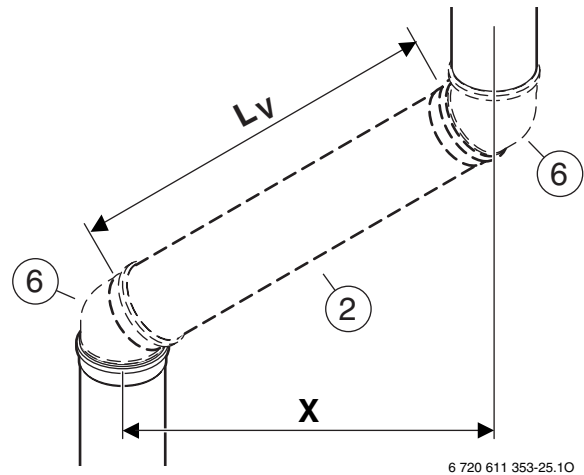
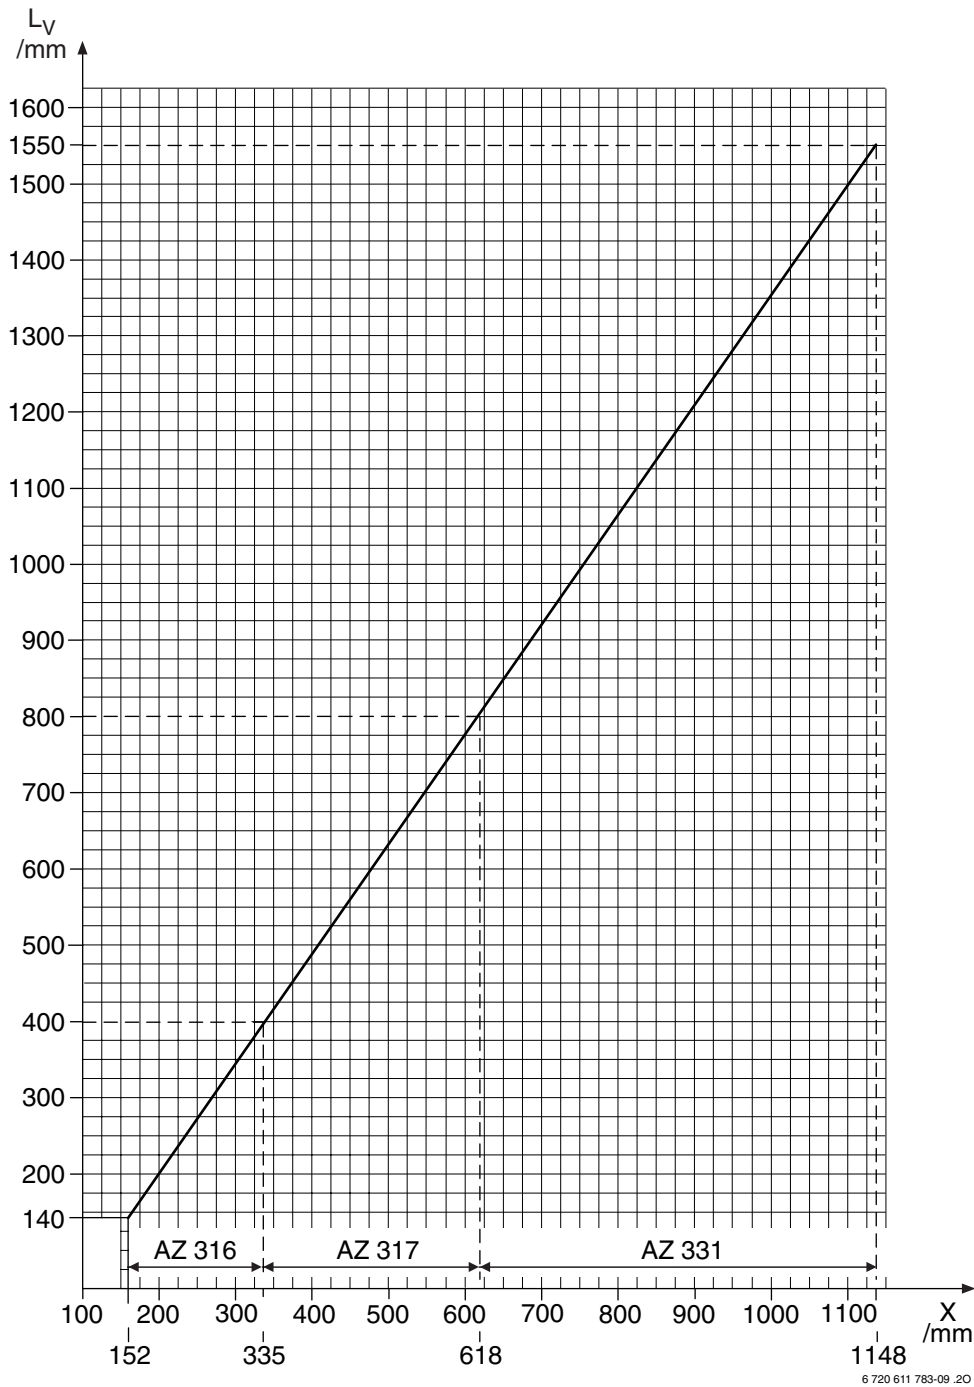

Fig. 22
Fig. 24 Diagramma di definizione interasse tra curva e controcurva (a 45°)
- Per ottenere un interasse X preciso fig.22, servirsi del diagramma alla fig.24, il quale indica a quale lunghezza occorre eseguire il taglio sul condotto lato aria (L_V).